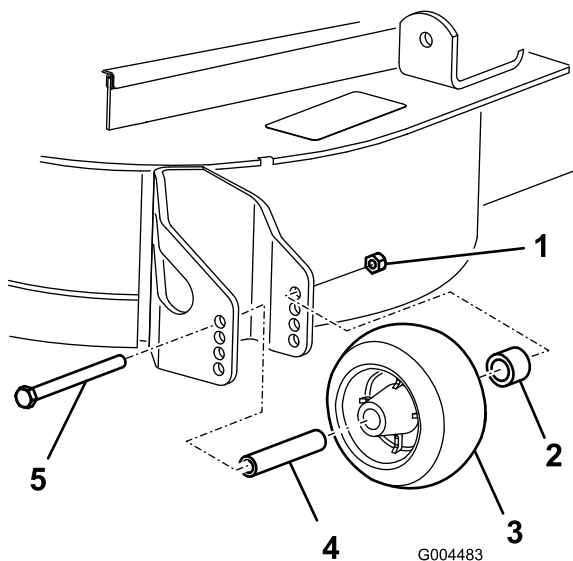

Bild 8
3. Nach dem Einstellen der Schnitthöhe sollten Sie die Rollen einstellen. Nehmen Sie die Bundmutter, die Büchse, das Distanzstück und die Schraube ab (Bild 8).
5. Setzen Sie die Bundmutter, die Büchse, das Distanzstück und die Schraube ein. Ziehen Sie sie auf 54–61 Nm an (Bild 8).